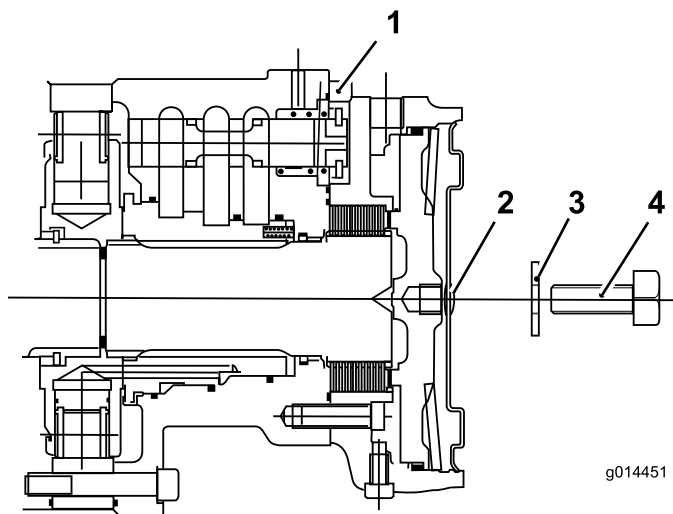

Figura 45
1. Rimuovete il bullone (12 x 40 mm) e la rondella (12 mm) dal foro al centro della piastra terminale del motore (Figura 45).